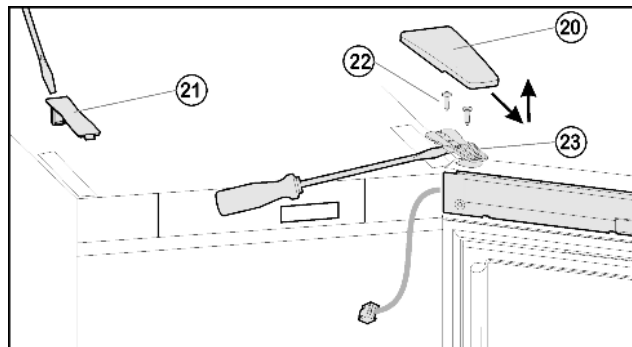
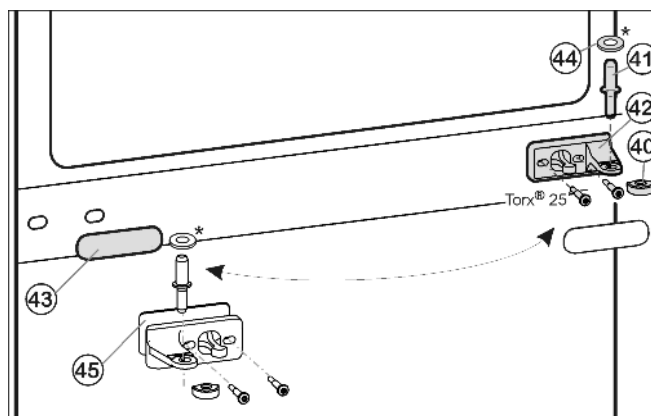
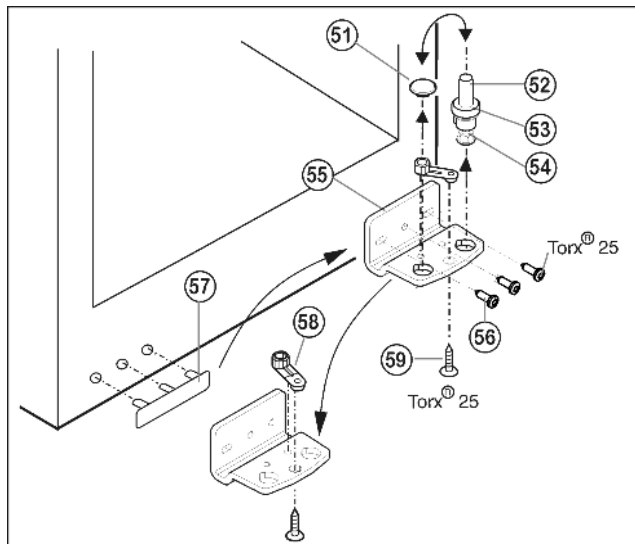

Fig. 6
Fig. 7
Fig. 8
- Крышку Fig. 6 (20) снимите движением вперед и вверх
- Снимите крышку Fig. 6 (21).
- Полностью выверните винты Fig. 6 (22).
- Снимите дверцу вместе с опорным кронштейном Fig. 6 (23) и кабелем вверх. Для снятия, возможно, понадобится осторожно подцепить опорный кронштейн снизу шлицевой отверткой.
- Вытащите из опорного кронштейна и нижней дверцы средний опорный палец Fig. 7 (41).
- Снимите пластмассовый колпачок Fig. 7 (40).
- Открутите средний опорный кронштейн Fig. 7 (42) (2 шт. Torx® 25).
- Осторожно снимите накладку Fig. 7 (43).
- ▶ Прикрутите средний опорный кронштейн Fig. 7 (42) с подкладкой Fig. 7 (45) с поворотом на 180° на новую сторону шарнира (с моментом 4 Нм).
- ▶ Защелкните накладку Fig. 7 (43), повернув на 180°, на стороне, где теперь будет ручка.
- ▶ Извлеките опорный винт Fig. 8 (52) в комплекте с шайбой Fig. 8 (53) и регулируемой опорой Fig. 8 (54), вытягивая его вверх.
- ▶ Снимите пробку Fig. 8 (51).
- ▶ Открутите Fig. 8 (56) опорный кронштейн Fig. 8 (55).
- ▶ Открутите Fig. 8 (59) опорную деталь Fig. 8 (58) и, переставив в отверстие на противоположной стороне опорного кронштейна, снова прикрутите.
- ▶ Осторожно снимите и переставьте на противоположную сторону крышку со стороны ручки Fig. 8 (57).
- ▶ Снова прикрутите опорный кронштейн Fig. 8 (55) на новой стороне шарнира (с моментом 4 Нм). При необходимости используйте аккумуляторный шуруповерт.
- ▶ Переставьте пробку Fig. 8 (51) в свободное отверстие.
- ▶ Вновь установите опорный винт Fig. 8 (52) в комплекте с шайбой и регулируемой опорой. При этом фиксатор должен быть направлен назад.
- ▶ Установите дверь сверху на опорный палец Fig. 8 (52).
- ▶ Снова наденьте пластмассовый колпачок Fig. 7 (40) на средний опорный кронштейн Fig. 7 (42).
- ▶ Вставьте средний опорный палец Fig. 7 (41) через средний опорный кронштейн Fig. 7 (42) в нижнюю дверцу.
► Установите верхнюю дверцу на средний опорный палец Fig. 7 (41), закройте дверцу и установите верхний опорный кронштейн Fig. 6 (23) так, чтобы он защелкнулся в верхней стороне устройства.
► Закрутите опорный кронштейн Fig. 6 (23) (с усилием 4 Нм). При необходимости просверлите отверстия или используйте аккумуляторную отвертку.
► Защёлкните крышку Fig. 6 (20) и крышку Fig. 6 (21).
► При необходимости выровняйте дверцы через два продольных паза в нижнем опорном кронштейне Fig. 8 (55) и среднем опорном кронштейне Fig. 7 (42) параллельно корпусу устройства. Для этого выкрутите средний винт на нижнем опорном кронштейне Fig. 8 (55).